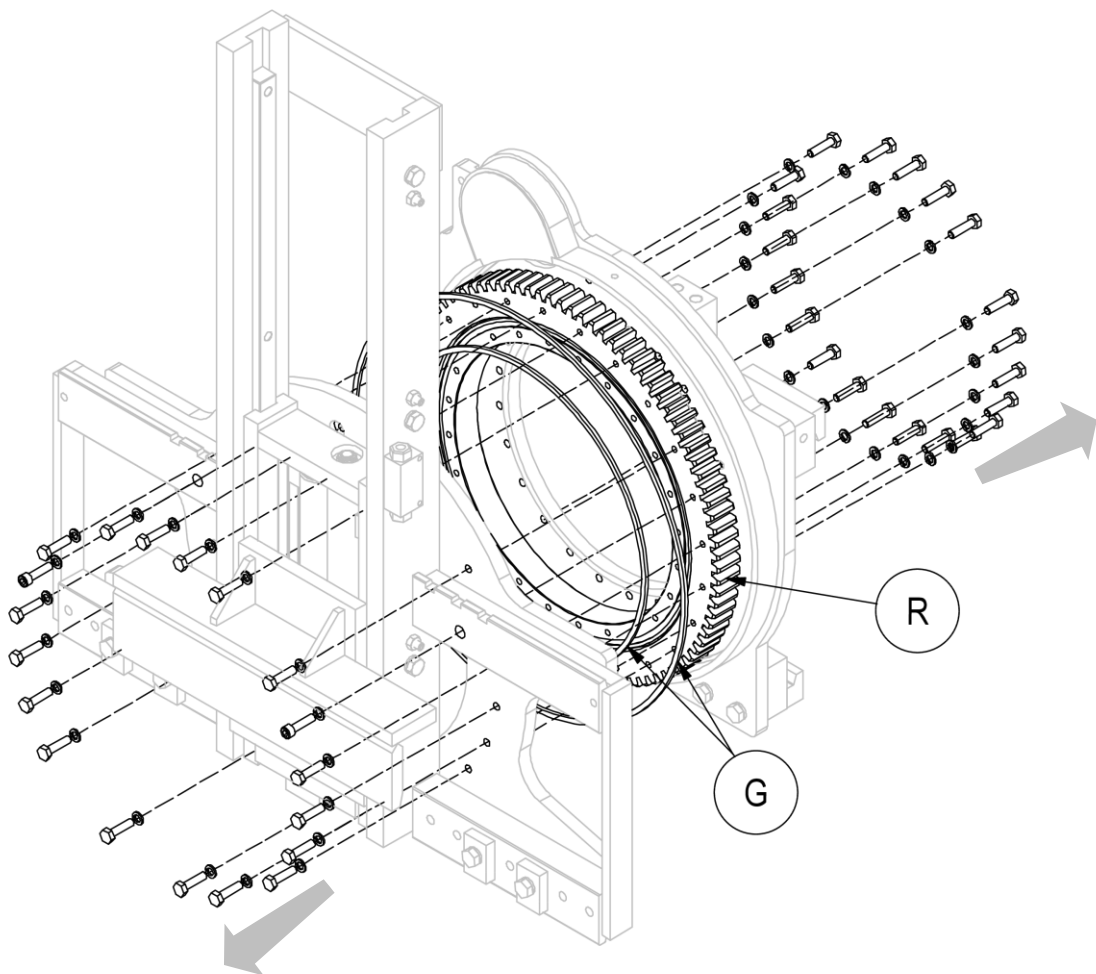

Figura 38
4. Retirar la parte frontal del cuerpo giratorio, asegurándose de apoyar adecuadamente todas las piezas para poder realizar la operación de forma segura (mira *Figura 38*).